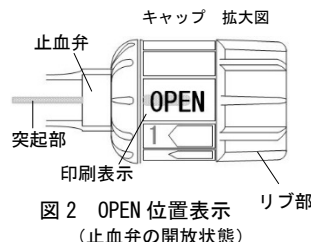
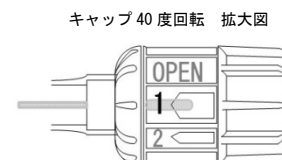
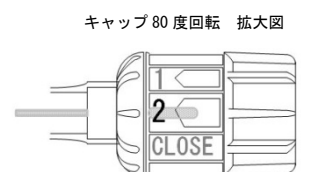
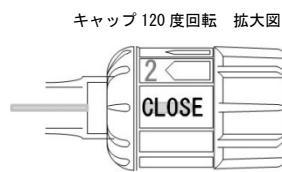

図 2 OPEN 位置表示
図 3 ポジション 1 位置表示
図 4 ポジション 2 位置表示
図 5 CLOSE 位置表示
キャップは OPEN (図 2)、1 (以下、ポジション 1) (図 3)、2 (以下、ポジション 2) (図 4) 及び CLOSE (図 5) 位置表示の 4 段階で止血弁を開閉することができる。
- 1-3 Y コネクターのキャップを反時計方向に回して止血弁を開け (OPEN (図 2) の位置表示)、内部及び止血弁をヘパリン加生理食塩液でフラッシュし、本品内の空気をすべて除去する。
- 1-4 Y コネクターのキャップを時計方向に回して止血弁を閉める (CLOSE (図 5) 又はポジション 2 (図 4) の位置表示)。
- 2-2 Y コネクターのキャップを反時計方向に回して止血弁を開け (OPEN (図 2) の位置表示)、キャップ端部の挿入部から本品インサーター (以下、インサーター) を針管より挿入する。
- 2-3 インサーター先端部が Y コネクター内部の側管部より先端に位置するまで挿入する。Y コネクターのキャップを時計方向に回して止血弁を閉めて (CLOSE (図 5) 又はポジション 2 (図 4) の位置表示)、インサーターを一時固定する。
- 2-4 ガイドワイヤーをYコネクターに固定されているインサーターに挿入し、ガイドワイヤーがガイディングカテーテル内に到達するのを確認したらYコネクターのキャップを反時計方向に回して止血弁を開け（OPEN（図2）の位置表示）、インサーターのみを抜去した後、キャップを時計方向に回して止血弁を閉める（CLOSE（図5）の位置表示）。
- 2-8 Yコネクターのキャップを反時計方向に回して止血弁を開け（OPEN（図2）の位置表示）、キャップ端部の挿入口からカテーテル等のデバイスを挿入する。
- 2-9 Yコネクターのキャップをカテーテル等のデバイス操作ができる位置に回転し、デバイスを操作し、目的部位に到達させる（ポジション1（図3）又はポジション2（図4）の位置表示）。
- 2-10 カテーテル等のデバイスを固定する場合は、Yコネクターのキャップを時計方向に回して止血弁を閉める（CLOSE（図5）又はポジション2（図4）の位置表示）。
2-12 手技終了後は、Yコネクターのキャップを反時計方向に回して止血弁を開け（OPEN（図2）の位置表示）、挿入したカテーテル等のデバイスを抜去し、キャップを時計方向に回して止血弁を閉める（CLOSE（図5）の位置表示）。
- (1) 手技にあたっては、患者の状態を考慮して適切な抗凝固、あるいは抗血小板療法を行うこと。[血栓性塞栓等の合併症の可能性がある。]
- (2) 消毒用アルコール等、有機溶剤を含む薬剤への浸漬、又は薬剤による拭き取りを行わないこと。[本品の破損、切断が生じたり、潤滑性が損なわれる可能性がある。]
- (3) 本品内部に気泡が認められた場合は、シリンジ等で気泡を完全に除去してから使用すること。[気泡が存在する状態での操作は、血管の空気塞栓を生じる可能性がある。]
- (4) 本品Yコネクターにはアテレクトミーカテーテルを使用しないこと。[止血弁が破損し血管の塞栓を起こす可能性がある。]
- (5) カテーテル等のデバイス操作に過度な抵抗等の異常が感じられたら、操作を中止し、カテーテル等のデバイスを確認すること。[本品あるいはカテーテル等のデバイスの破損及びカテーテル等のデバイスの部分閉塞を起こす可能性がある。]
- (6) Yコネクターの止血弁が閉まった状態（CLOSE（図5）の位置表示）で、カテーテル等のデバイスの操作を行わないこと。[本品あるいはカテーテル等のデバイスの破損及びカテーテル等のデバイスの部分閉塞を起こす可能性がある。]
- (7) Yコネクター内を陰圧の状態にしないこと。[Yコネクター内の止血弁から空気を吸引し、血管の空気塞栓を生じる可能性がある。]
- (8) Yコネクター及び延長チューブを他の医療機器と接続する際、接続部に異常を感じた場合は、操作を中止して確認すること。[本品が破損する可能性がある。]
- (9) Yコネクターのキャップ表面に血液及び造影剤が付着した場合は、長時間放置しないこと。[Yコネクターのキャップ内で血液及び造影剤が凝固することにより、キャップの回転不良が起こる可能性がある。]